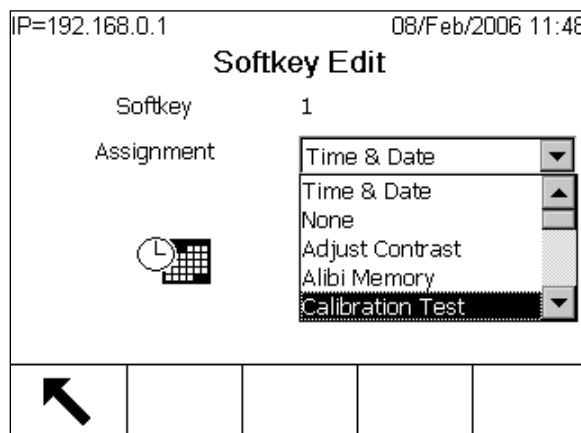

Figure E-4: Écran Modifier touche programmable
Modifier	Permet d'ouvrir l'écran de modification des touches programmables (voir la Figure E-4) pour modifier l'attribution des touches programmables sélectionnées.
2. Appuyez sur la touche programmable MODIFIER . L'écran Modifier les touches programmables (Figure E-4) s'affiche. Le numéro de la position de touche programmable sélectionnée pour la modification s'affiche à l'écran avec l'affectation courante.